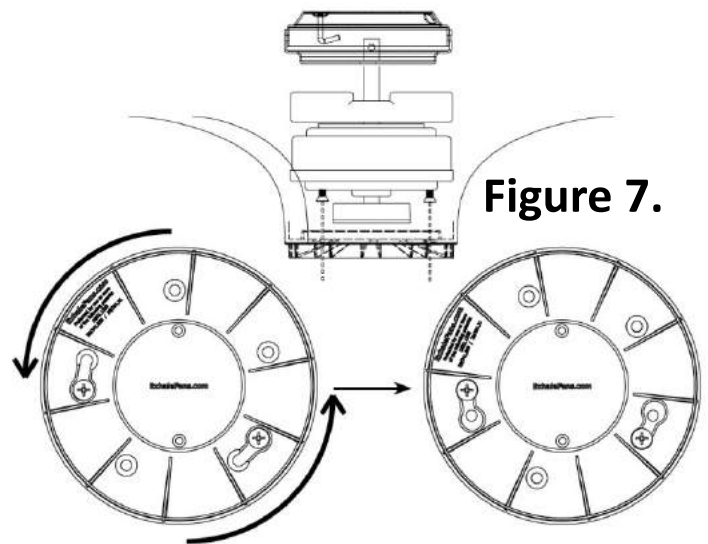

Figure 7.
- c. Faites tourner le bloc disques plats dans le sens antihoraire pour bloquer les vis dans le logement du bloc disques plats voir figure 7